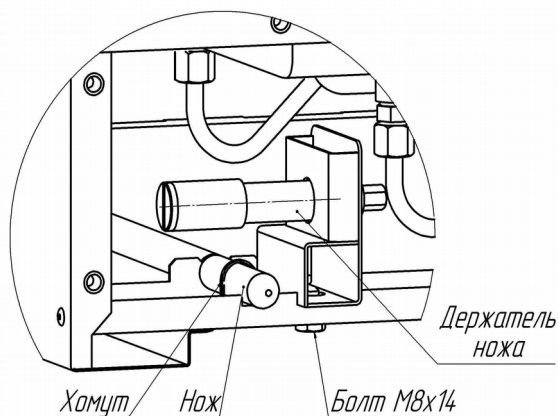

Рис. 1
- 5.2 Срежьте крепежный хомут и выньте нож из корпуса установки (рис.1).
- 5.3 Открутите болт M8x14 и выньте держатель ножа (рис.1).